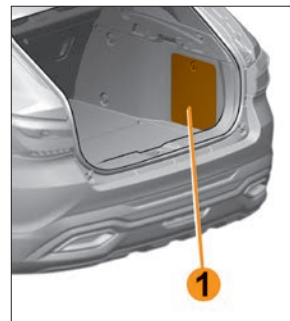

Рис. 5.8.5. Крышка ниши правого заднего колеса (в варианном исполнении)
*В варианном исполнении* под крышкой 1 ниши арки правого заднего колеса (рис. 5.8.5) устанавливается органайзер для небольших вещей.